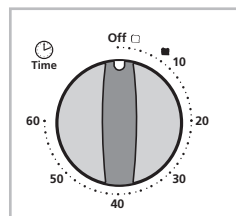

Figura 3
- Dial de control de reloj programador con alarma** – Ajuste el tiempo de cocción hasta 60 minutos. Apagará el horno automáticamente al finalizar el tiempo de cocción. (Vea la figura 3)